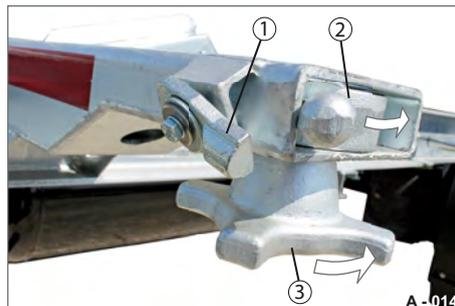

Abb. 13 Verriegelung entriegelt
- ▶ Heben Sie die Fallsicherung (Abb. 13/1) an und sichern Sie diese.
- ▶ Drehen Sie die Spannmutter (Abb. 13/3) auf.
- ▶ Drehen Sie die Nutenbuchse (Abb. 13/2) nach rechts.